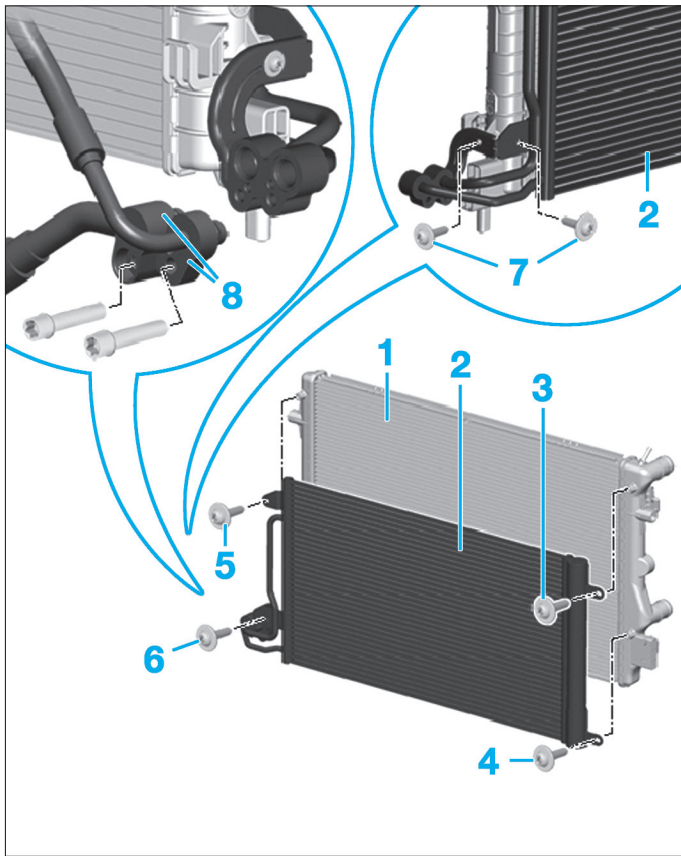

FIG. 6
- les conduites de fluide frigorigène (8) (Fig.6).